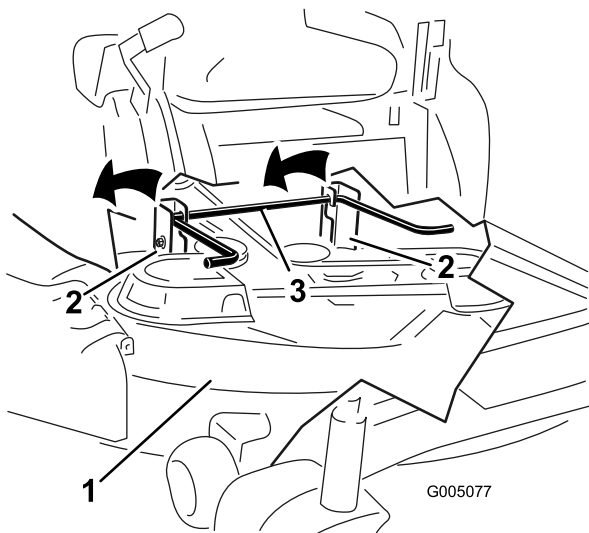

Bild 54
5. Heben Sie das Mähwerk und die Hängeprofile über die hintere Hubstange und senken Sie das Mähwerk vorsichtig auf den Boden ab (Bild 54).
- Heben Sie das Heck des Mähwerks an und führen Sie die Hängeprofile über die hintere Hubstange (Bild 54).